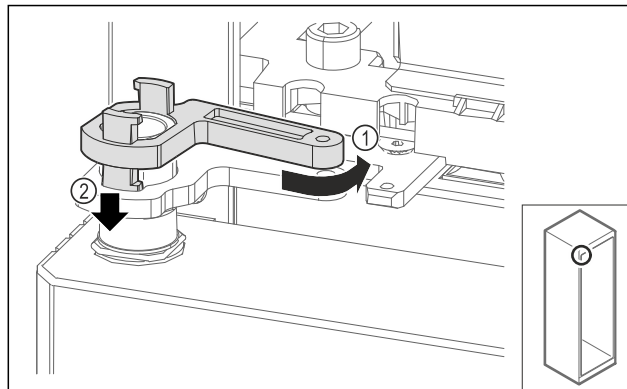

Fig. 71
- ▶ Pöörake laagripuki lukustust veidi tagasi Fig. 71 (1), vajutage allapoole Fig. 71 (2) ja lukustage šarniirnurgikus.